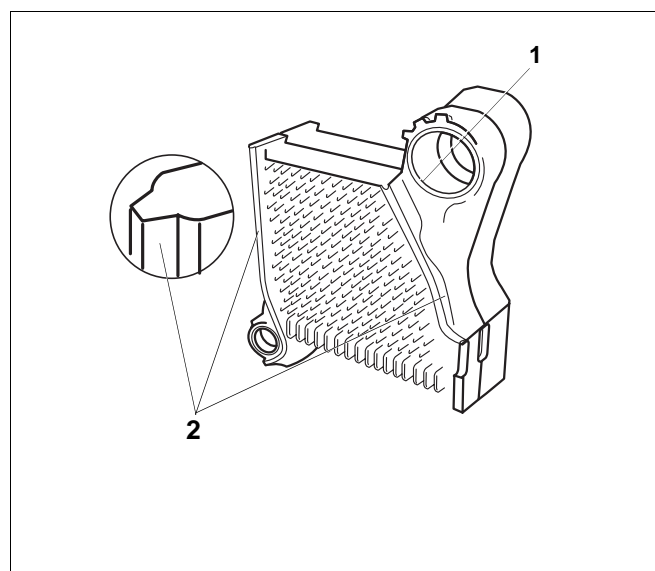

Fig. 12 Préparer sur les surfaces étanches
- Les rainures d'étanchéité (fig. 12, **pos. 2**) doivent être propres et sèches et sont donc peut-être à nettoyer.
- Répartir du minium sur les surfaces d'étanchéité des moyeux (fig. 12, **pos. 1**).